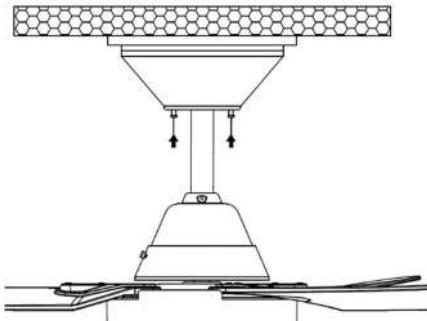

Fig. 8
- Cubra el soporte de montaje con el florón. Asegúrese de que todo el cableado eléctrico quede dentro del florón y de no dañar los cables durante este paso. Fije el florón al soporte de montaje utilizando los tornillos suministrados. (Fig. 8)